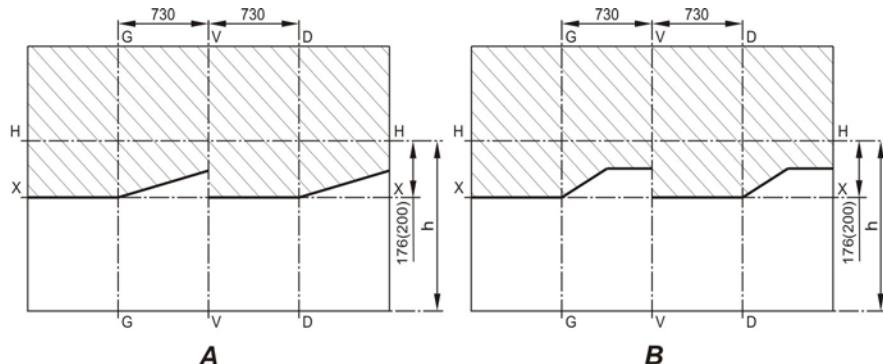

Рис. 8.4. Разметка экрана для регулировки фар:
- установить ненагруженный автомобиль на ровную горизонтальную площадку на расстоянии 10 м от экрана (рис. 8.4);
У отрегулированных фар горизонтальный участок светотеневой границы должен совместиться с линией $X-X$ (рис. 8.4А, 8.4В), наклонные участки светотеневой границы должны соответствовать рис. 8.4А (с маркировкой на рассеивателе «AL») и рис. 8.4В (с маркировкой на рассеивателе «ОСВАР»), а точки пересечения горизонтального и наклонного участков светотеневой границы – с линиями $G-G$ и $D-D$.